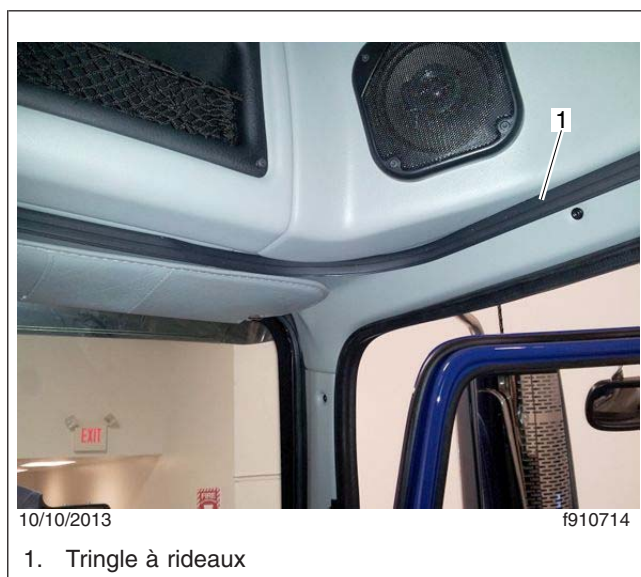

Fig. 1, Tringle à rideaux
3. Faire glisser le rideau de vie privée vers l'avant. Retirez la tringle de rideau, en commençant par les vis à l'arrière. Reportez-vous à la figure 1.
22. Faire glisser le rideau de vie privée à l'avant du rail. Utilisant des outils manuels pour éviter de foirer les fils, installer le rail, en commençant par les vis à l'avant. Reportez-vous à la **figure 1** à la page 6.